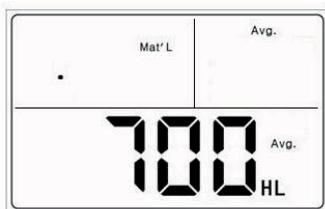
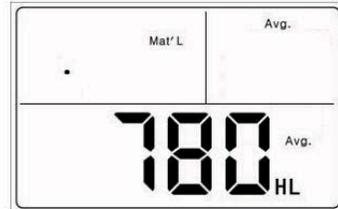
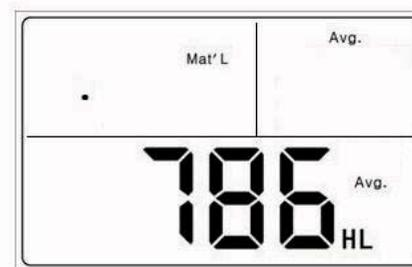

Fig.4.6
Fig.4.7
Fig.4.8
3) Se si desidera calibrare solo HLD, non usare il passaggio qui sopra. Inserire il valore segnato sul blocco di prova tramite i tasti **"DIR"** o **"SCALE"** o **"MAT"** e quindi premere il tasto **"Back/Print"**, la **Calibrazione** è terminata. (Fig.4.6, Fig.4.7, Fig.4.8)